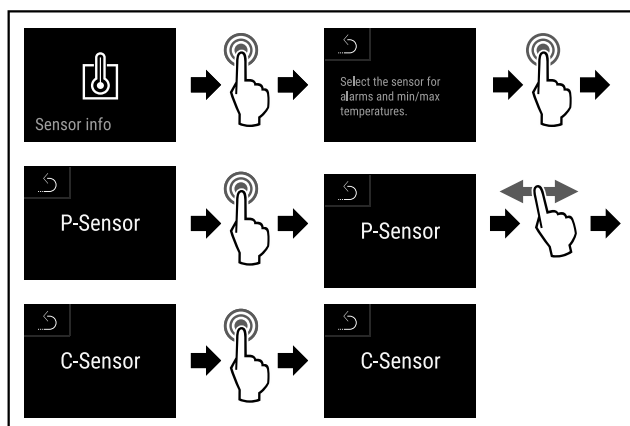

Fig. 173
- ▶ Stappen (zie Fig. 173) uitvoeren.